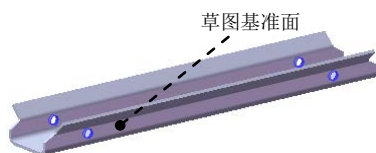
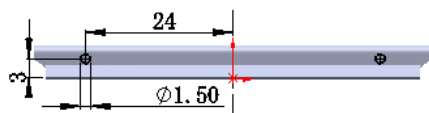

图 13.3.7 切除—拉伸 2
图 13.3.8 横断面草图
Step5. 创建图 13.3.7 所示的切除—拉伸 2。选择下拉菜单 **插入(I)**  **切除(C)**  **拉伸(E)...** 命令; 选取图 13.3.7 所示的模型表面作为草图基准面, 绘制图 13.3.8 所示的横断面草图; 在 **方向1** 区域的  下拉列表中选择 **完全贯穿** 选项, 选中 ☒ **正交切除(N)** 复选框。单击  按钮, 完成切除—拉伸 2 的创建。